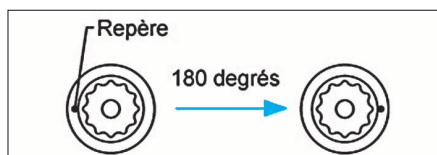

FIG. 76
- Faire un repère sur toutes les vis de culasse, puis les serrer de 180° (Fig.76).